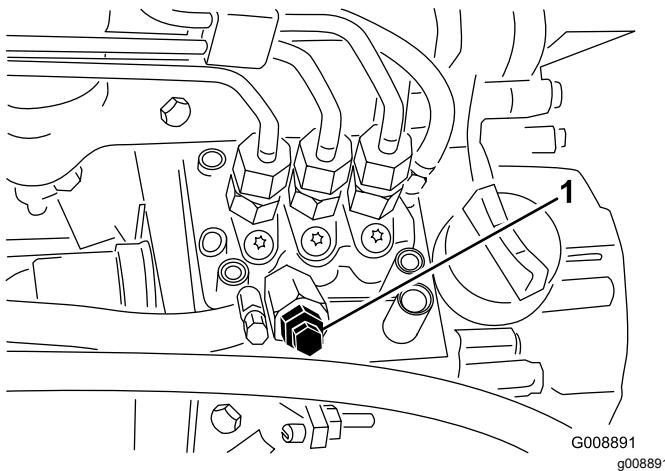

Figura 34
4. Aprite la vite di spurgo dell'aria, situata sulla pompa di iniezione del carburante (Figura 34).